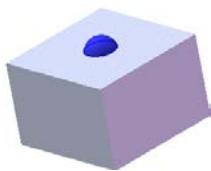
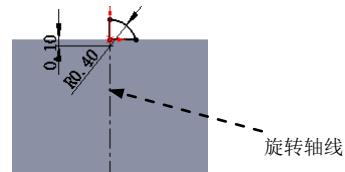

图 14.5.4 旋转 1
图 14.5.5 横断面草图
(4) 单击 \checkmark 按钮，完成凸台—拉伸 1 的创建。
Step3. 创建图 14.5.4 所示的零件基础特征——旋转 1。
(1) 选择命令。选择下拉菜单 $\text{插入(I)} \rightarrow \text{凸台/基体(B)} \rightarrow \text{旋转(R)...}$ 命令。
(2) 定义特征的横断面草图。
① 定义草图基准面。选取上视基准面作为草图基准面。
② 定义横断面草图。在草图环境中绘制图 14.5.5 所示的横断面草图。
(3) 定义旋转轴线。采用图 14.5.5 所示的中心线作为旋转轴线。
(4) 定义旋转属性。
① 定义旋转方向。在“旋转”对话框 方向 1 区域的下拉列表中选择 给定深度 选项，采用系统默认的旋转方向。
② 定义旋转角度。在 方向 1 区域的 度数(A) 文本框中输入数值 360。选中 $\checkmark \text{合并结果(M)}$ 复选框。
(5) 单击 \checkmark 按钮，完成旋转 1 的创建。